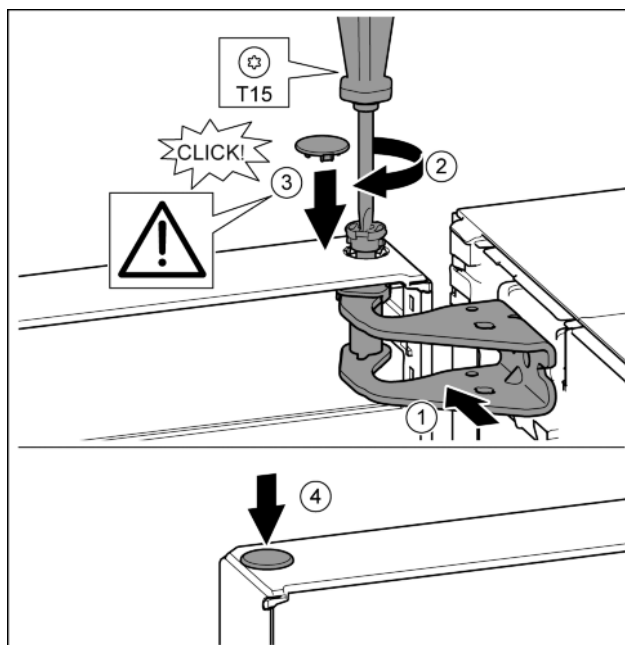

Fig. 23
- ▶ Wyrównać drzwi u góry względem otworu w płytce zawiasu. Fig. 23 (1)
- ▶ Założyć sworzень i dokręcić śrubokrętem T15. Fig. 23 (2)
- ▶ Zamontować osłonę bezpieczeństwa w celu zabezpieczenia drzwi: Włożyć osłonę zabezpieczającą i sprawdzić, czy przylega ona do drzwi. Ponadto założyć całą sworzень. Fig. 23 (3)
- ▶ Założyć zatyczkę. Fig. 23 (4)